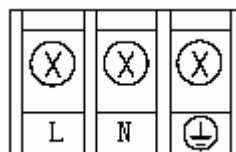

图 4.2 电源端子模块
- 2) 按照图 4.2 连接电源线，并将接地保护连到接地端。把电源的火线连到“L”端子零线接到“N”端子。